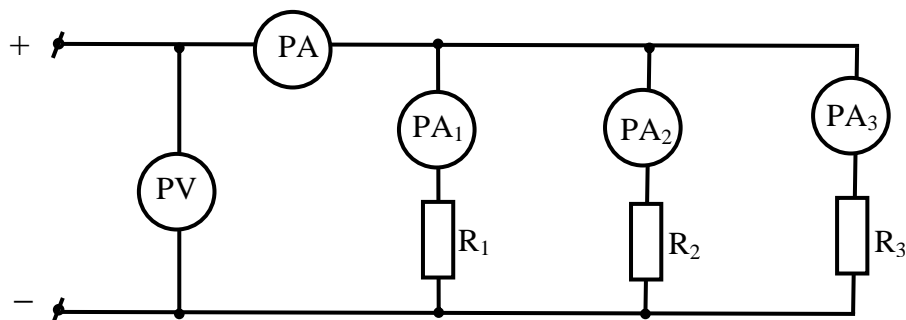

Рисунок 5.2 – Схема электрическая принципиальная при параллельном соединении резисторов
Параллельным соединением участков электрической цепи называют соединение, при котором все участки цепи присоединяются к одной паре узлов, т.е. находятся под действием одного и того же напряжения (рисунок 5.2).
6. Рисунок 5.2 – Схема электрическая принципиальная при параллельном соединении резисторов.